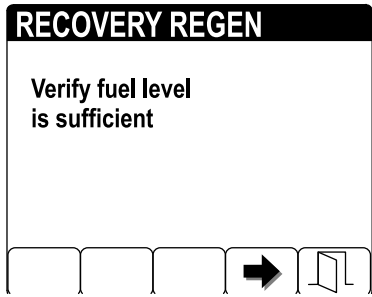

図 56
4. 燃料レベル確認 VERIFY FUEL LEVEL 画面で、燃料タンクの残量が 1/4 以上駐車再生の場合または 1/2 以上リカバリ再生の場合あることを確認し、燃料残量に問題がなければボタン 4 で続行する 図 56。